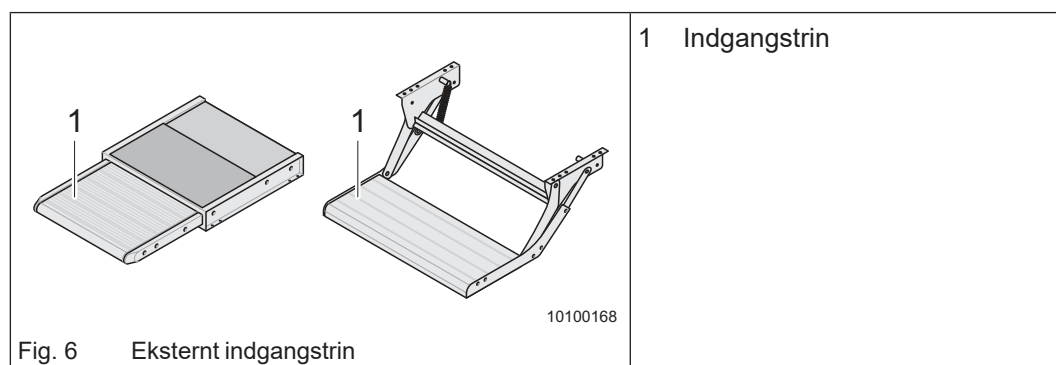

Fig. 6 Eksternt indgangstrin
Indgangstrinnet (Fig. 6/1) befinder sig i indgangsområdet under indgangsdøren.
- ➔ Træk ud i indgangstrinnet (Fig. 6/1), indtil det er trukket helt ud.
- ➔ Skub indgangstrinnet (Fig. 6/1) ind, indtil det er kørt helt ind.